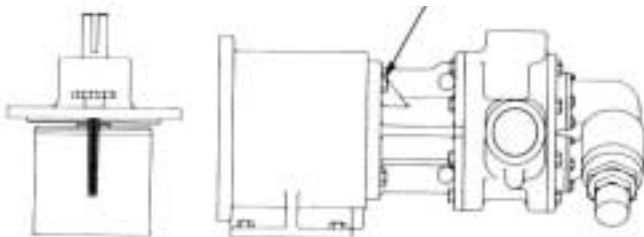

Abbildung 9
3. Unterstützen Sie die Pumpe mit einem Kran und entfernen Sie die (4) 0,5 Zoll Befestigungsschrauben. Siehe Abbildung 9. Ziehen Sie die Pumpe aus dem Lagerbock. Es tritt dabei ein Widerstand auf, da die innere Magneteinheit die Kupplungshalterung anzieht. Wenn der Lagerträger weiter zerlegt werden muß, siehe Seite 7. Denken Sie daran, daß Flüssigkeit austreten kann, wenn der Spalttopf aus der Pumpe entfernt wird, da immer etwas Flüssigkeit im Spalttopf zurückbleibt.